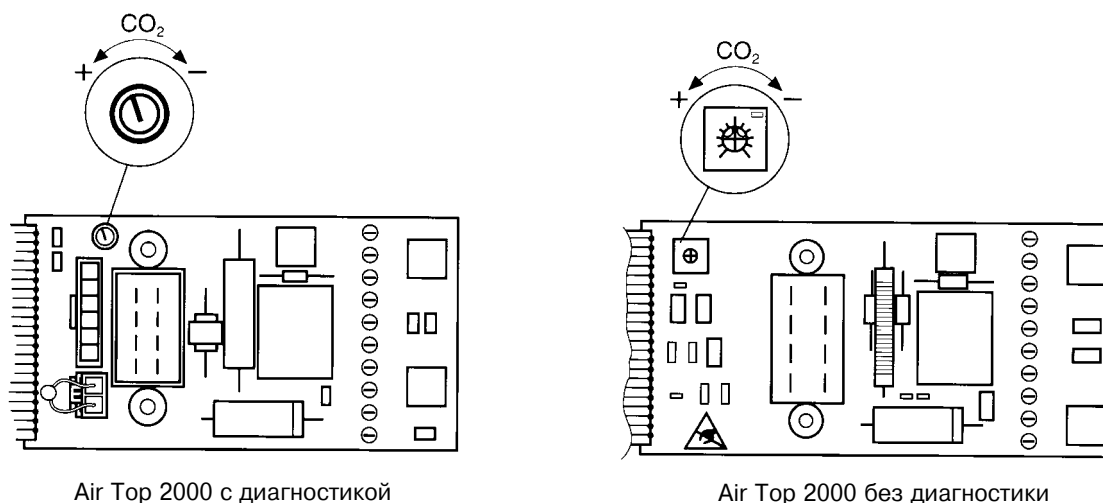

Рис. 601 Настройка отопителя по содержанию CO2
4. К системе отвода отработавших газов подключить газоанализатор и установить нужный уровень CO2 (рис. 601).